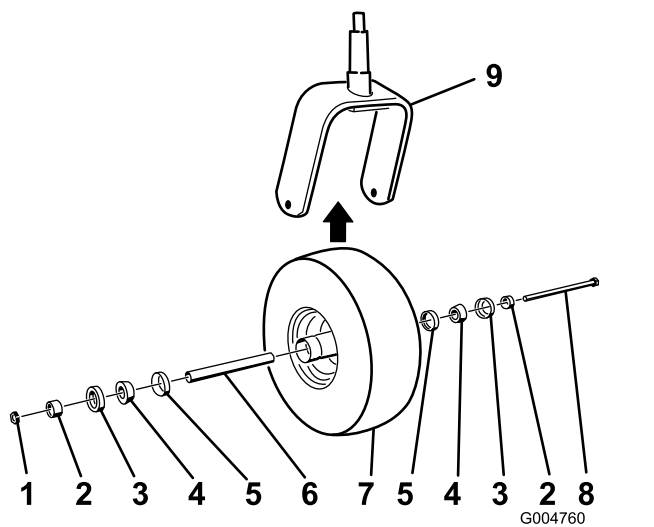

図 41
2. 端子ボルトからナットを外す 図 41。
5. コーンベアリングにグリスをパックし、ベアリングとシールをホイールハブに入れ、図 41に示すようにキャストホイールを組み付ける